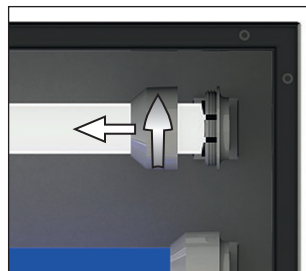

Bild 34 Lossa förskruvningar
6. Lossa förskruvningarna från fästena till de lysrör som ska bytas (Bild 34).